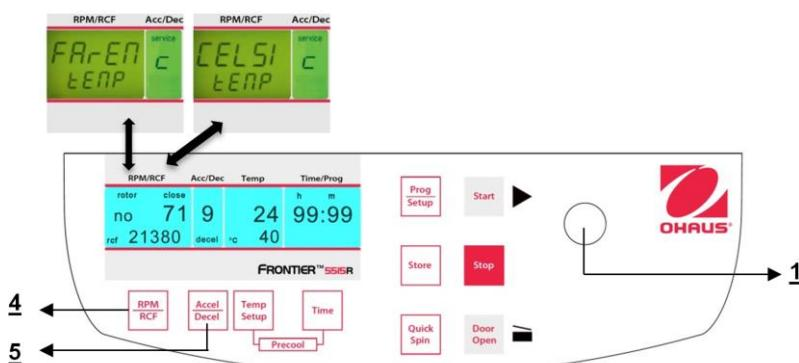

Figura 31
Proceda como se describe en el punto 4.1.1 para ingresar en este modo de programa y luego presione el botón "Accel/Decel" (5). En la pantalla "Acc/Dec" (A-2) aparece la palabra "Service". Ahora seleccione la letra "C" con la perilla de ajuste (1). Como resultado, en la pantalla "RPM | RCF" (A-1) aparecen las palabras "CELSI/temp". Si presiona el botón "RPM | RCF" (4), la palabra "CELSI" destella y puede cambiar la pantalla a Fahrenheit "FAREN" con la perilla de ajuste (1) (vea la Figura 31).